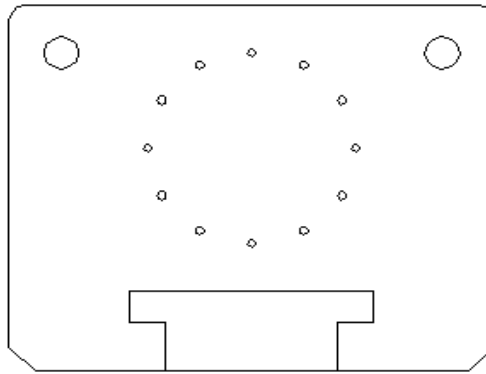

Рис. 4
Сейчас мы создадим отверстия в углах пластины и группу отверстий в её центре (см. рис.4). при выполнении этого задания вы поймёте, как максимально эффективно осуществляется черчение нескольких одинаковых объектов.
10. Нажмите кнопку *Preview* (Просмотр). Произойдет переход в область черчения, и вы увидите, какой массив создали. Окно *Array* будет содержать только три кнопки, с помощью которых вы можете принять установки массива, изменить их или отменить команду. Если результат вас устраивает, нажмите кнопку Принять (*Accept*). Сравните полученный чертёж с представленным на рис.4.